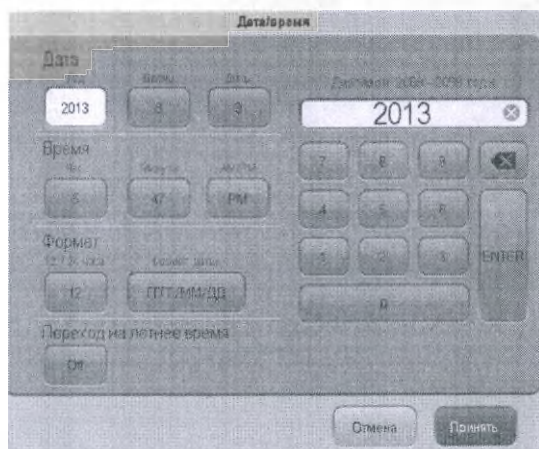

РИС. 3-7 Меню «Дата/время»
1. Выберите значок «Дата и время». Отображается диалоговое окно «Дата/время» (РИС. 3-7).
ПРИМЕЧАНИЕ: Если кнопка включения/выключения перехода на зимнее время в диалоговом окне «Дата/время» (см. рисунок 3-7) не активна и не может быть выбрана, то в системных настройках параметр «Переход на лет. время» установлен на «Авто» (см. Табл. 3-9 на странице 35).